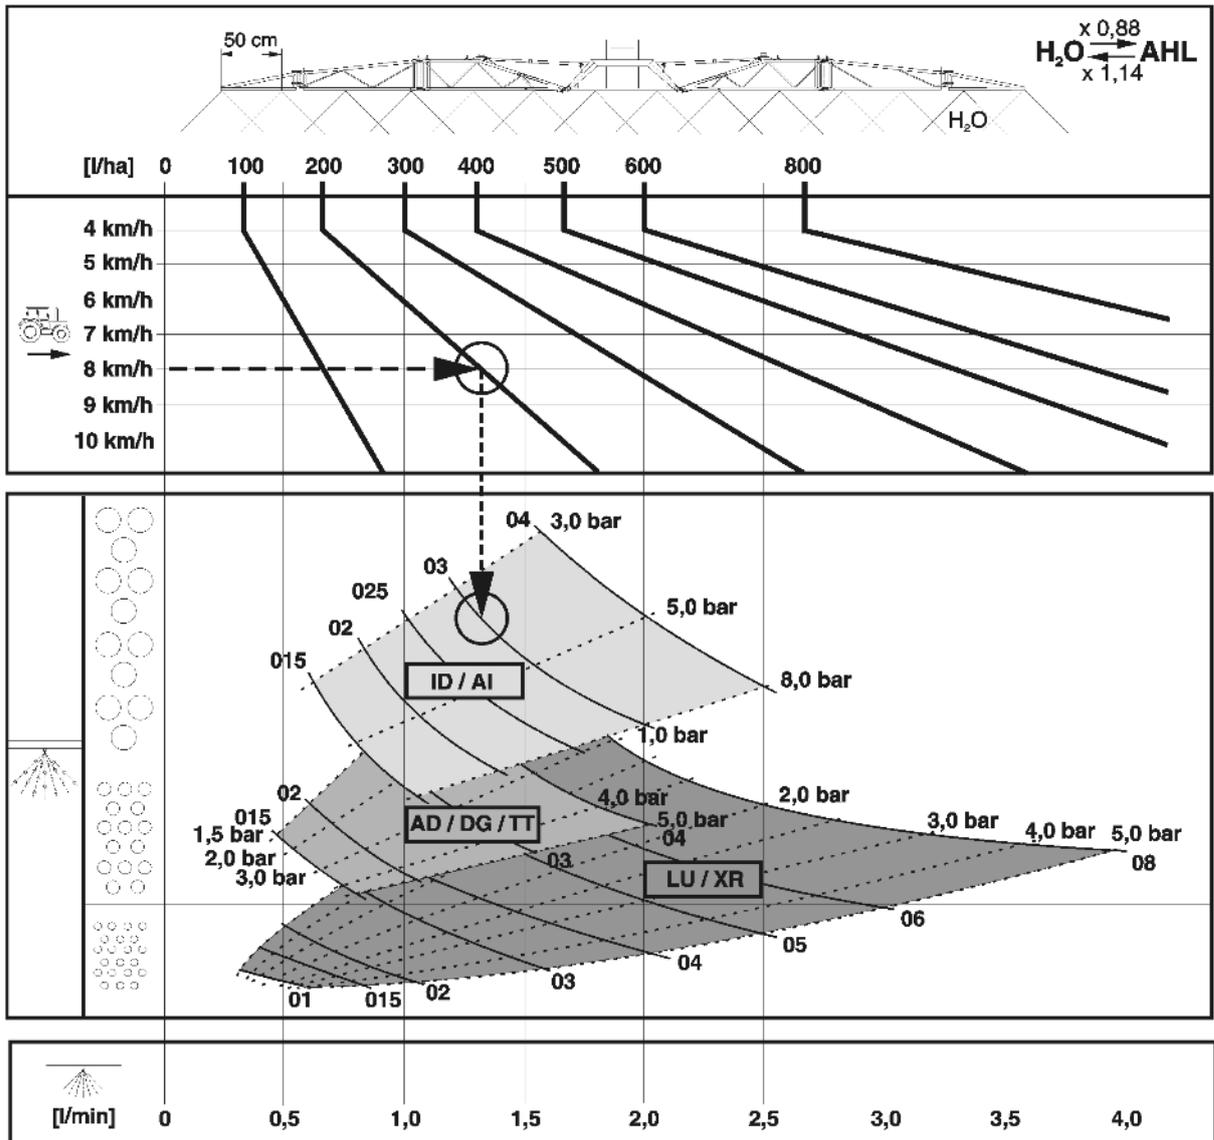

图 159
- 图 159 用于选择适合的喷嘴类型。用于选择适合的喷嘴类型s。